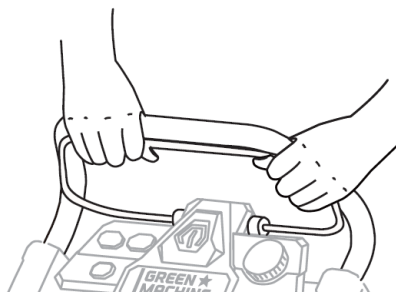

Рис. 11
2. После включения инструмента отпустите кнопку блокировки и начните работу (Рис. 11).